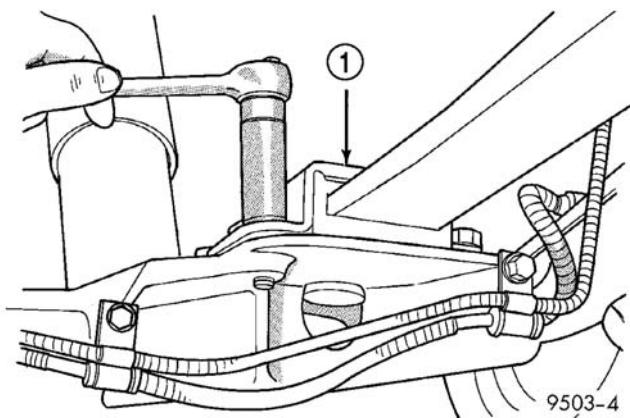

图 33 板簧挡板螺栓
- (4) 将 2 个支承架定位在车桥外端下面, 抬高车桥至能够从后簧中移出。
(5) 从后桥上松开并卸下板簧挡板螺栓 (图 33)。
- (6) 验证板簧减震垫在板簧挡板上正确入位。
- (7) 将板簧挡板安装在板簧上 (图 33)。
(8) 安装板簧挡板螺栓 (图 33)。紧固螺栓至 $95 \text{ N}\cdot\text{m}$ (70 ft.lbs.) 的扭矩。
(9) 安装下减振器螺栓。此时不要紧固。
(10) 移走桥下的千斤顶。
(11) 降下车辆并移去举升臂和车下的木块。